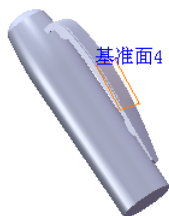
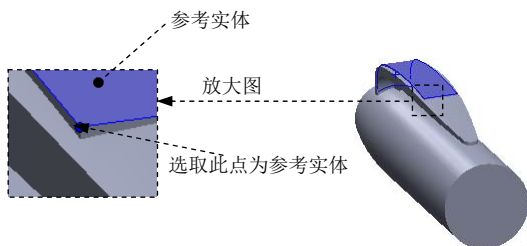

图 3.31.20 基准面 4
图 3.31.21 参考实体
Step16. 创建图 3.31.20 所示的基准面 4。选择下拉菜单 **插入(I)** → **参考几何体(G)** → **基准面(P)...** 命令，选取图 3.31.21 所示的面和面的一顶点作为基准面 4 的参考实体。